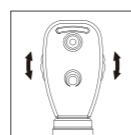

fig.2
2. Faites tourner la molette des dioptries vers la gauche ou vers la droite, tel que ceci est illustré sur la **figure 2**, pour sélectionner une dioptrie adaptée qui permette d'obtenir une vision d'observation plus nette pour l'utilisateur ;